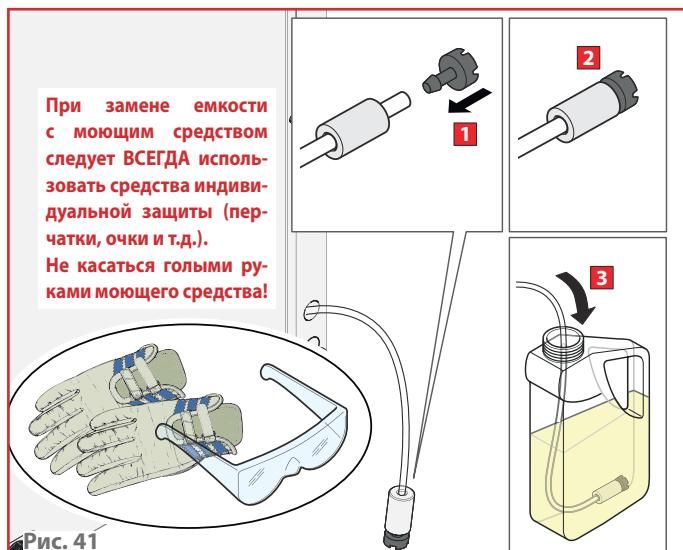

Рис. 41
- каждый раз при замене емкости моющего средства ► Рис. 41;